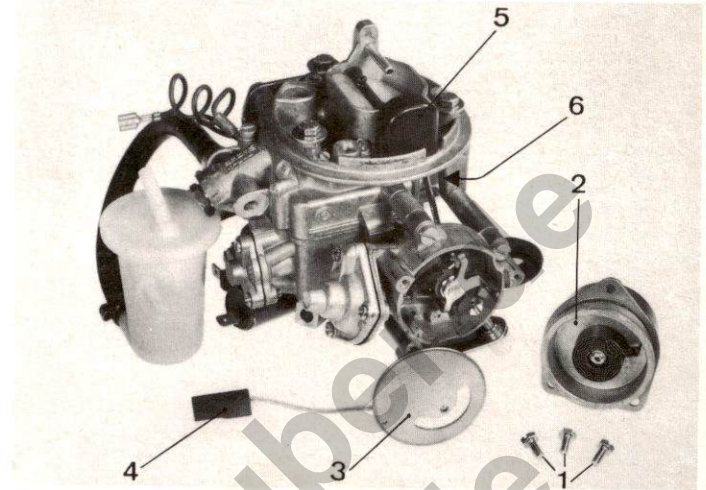

Abb. 12
- Die **drei Schrauben** abschrauben und **Bimetallgehäuse** herausnehmen (**Abb. 12**).